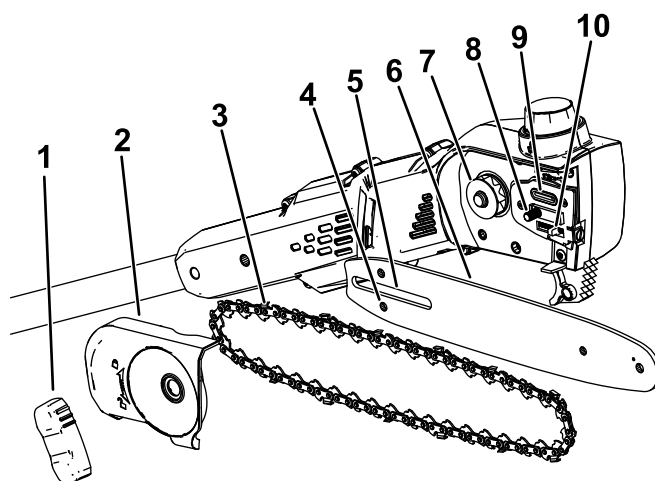

Figure 3
2. Déposez le couvercle latéral; pour ce faire, tournez le bouton dans le sens antihoraire jusqu'à ce que le bouton puisse être retiré, puis déposez le couvercle latéral (Figure 3).
5. Placez la boucle ouverte de la chaîne (le côté qui n'est pas sur le guide) autour du pignon d'entraînement de l'élagieuse (Figure 3).
Important: Vérifiez que le goujon de réglage de la chaîne est bien inséré dans la fente correspondante sur le guide-chaîne (Figure 3).